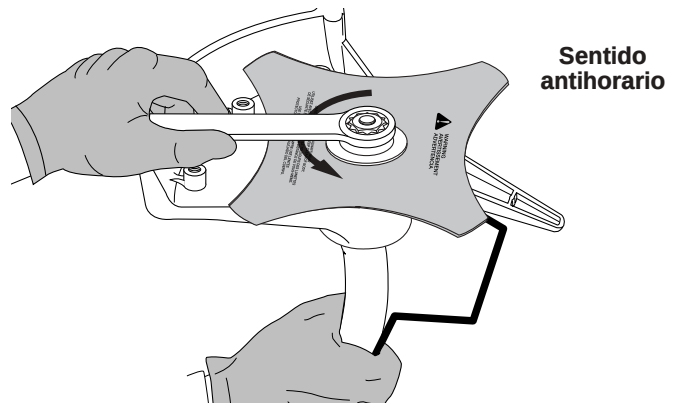

Fig. 14
2. Sostenga la varilla de cierre en su lugar junto al brazo de la unidad (Fig. 14).
3. Mientras sostiene la varilla de cierre, afloje la tuerca de la cuchilla girándola en sentido horario con una llave de casquillo o de boca cerrada de 11/16 de pulgada (Fig. 14).